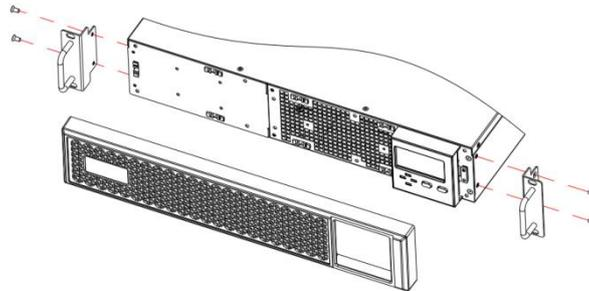

Рисунок 2-2: снять переднюю панель
- а. Осторожно снять лицевую крышку пластиковой рамки и выкрутить два винта кронштейнов, как показано на *рис. 2-2*.